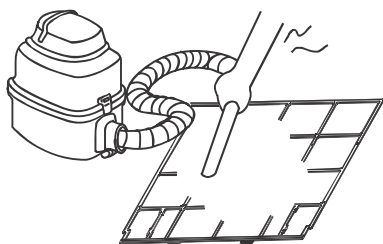

Fig. 6-2
- Nel caso dell'aspirapolvere, rivolgere il lato di aspirazione dell'aria verso l'alto. (Vedere fig. 6-2.)